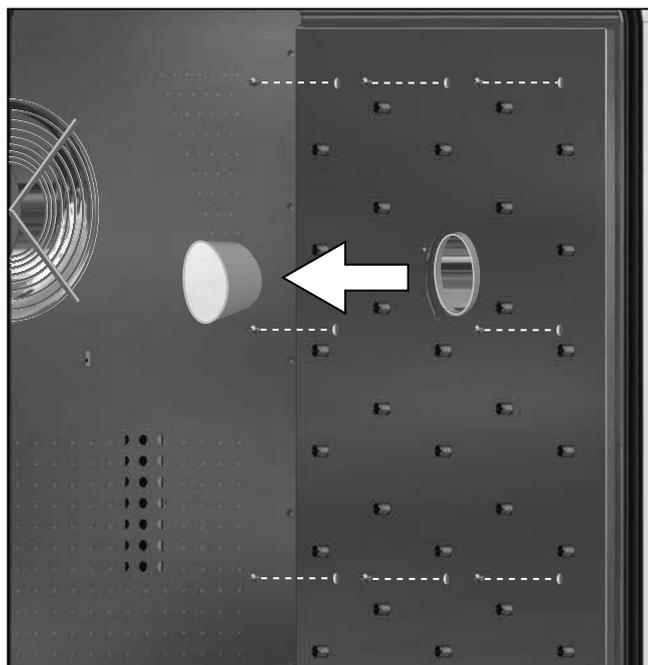
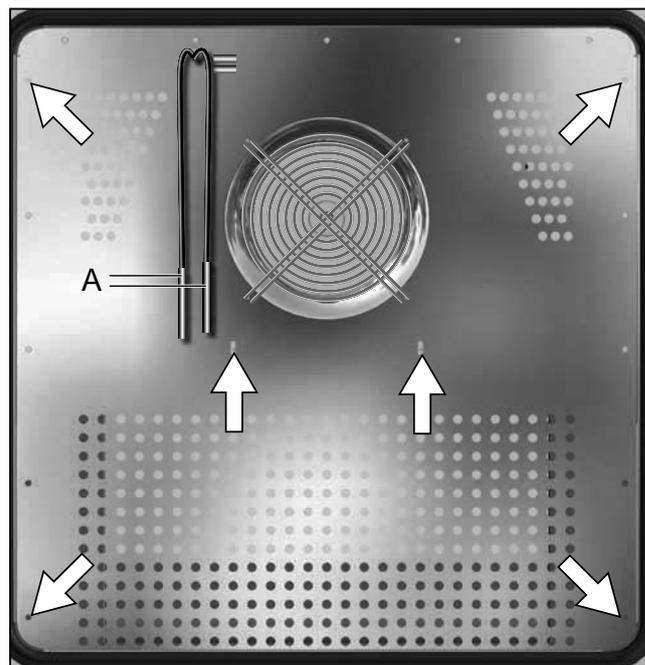

Fig. 35
Fig. 36
1. rimuovere il tappo in silicone, svitare le 8 viti a testa esagonale di ciascun pannello destro e sinistro e rimuovere i pannelli (Fig. 35).
2. Estrarre i sensori di temperatura dai rispettivi supporti e lasciarli pendere (Fig. 36, A).
3. Smontare il pannello posteriore della camera svitando le 4 viti agli angoli e le 2 viti sotto il ventilatore, ed estrarlo sfilandolo trasversalmente (Fig. 36). Fare attenzione a che i sensori di temperatura passino attraverso la fessura del pannello e restino all'interno della camera.
5. Terminata l'operazione di pulizia riposizionare il pannello posteriore reinserendolo sempre trasversalmente nella camera. Introdurre i due sensori di temperatura attraverso la fessura posta nella parte superiore del pannello (Fig. 36, A).
7. Ricollocare i sensori di temperatura (A) nei rispettivi supporti.
8. Riposizionare i pannelli laterali destro e sinistro e fissare ciascuno con 8 viti (Fig. 35). Rimettere a posto il tappo in silicone.